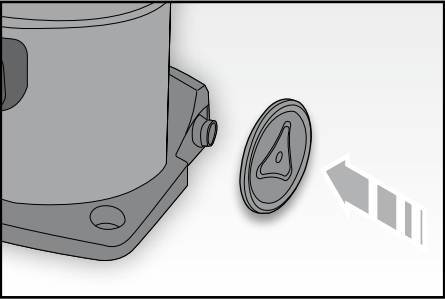

Fig. 2
- Inserire le ruote fisse (S) negli appositi alloggiamenti situati nella parte posteriore dell'apparecchio e bloccarle premendole fino a sentire uno scatto (FIG. 2).